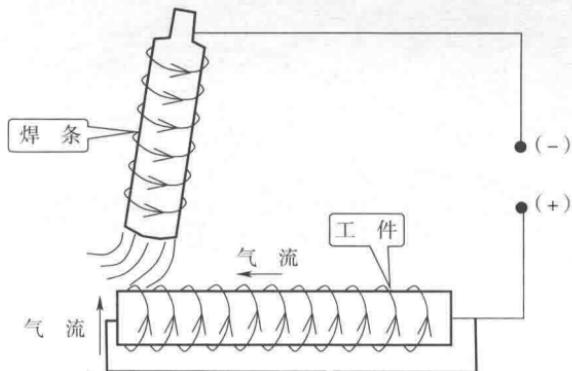

图 1.10 焊条和焊件的位置不对称引起电弧偏吹
③ 焊条和焊件的位置不对称引起电弧偏吹。当我们在靠近焊件边缘的起头端和收尾端处开始焊接时，经常会发生电弧偏吹，而当逐渐靠近焊件中心时，电弧的偏吹现象就逐渐减少或消失。这是由于在焊接焊缝的起头端、收尾端时，焊条与焊件所处的位置不对称，造成电弧周围的磁场分布不平衡，再加上热对流的作用，就产生电磁偏吹，如图 1.10 所示。